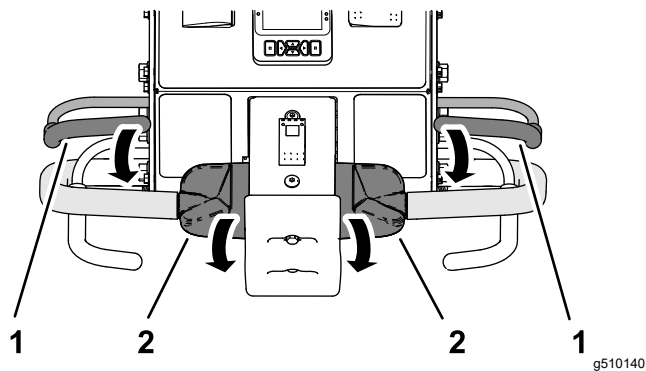

Figura 33
2. inei oricare dintre manetele pentru prezenta operatorului la bara de ghidare i rotii partea superioară a comenzii de traciune spre înainte (Figura 33).